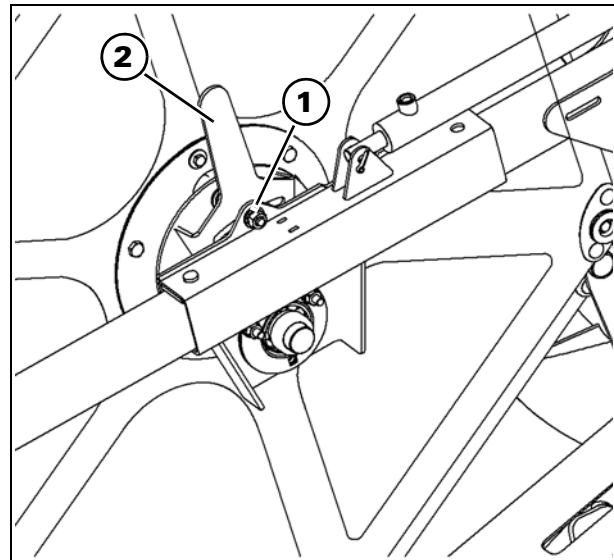

Рис. 17
**Наклон зубьев мотовила - Рис. 17**